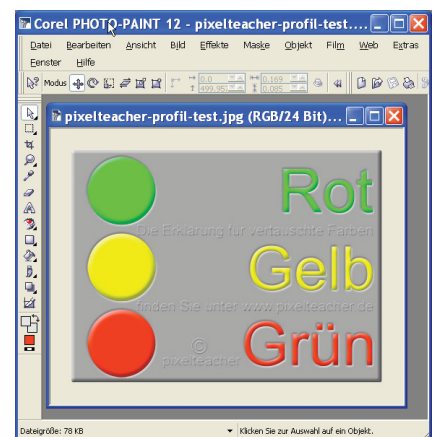

Abb. 13-27: Profilttest in COREL PHOTO-PAINT
Die Wirkung des Schalters ❷ kann an der Beispieldatei *pixelteacher-profil-test.jpg* getestet werden. Abbildung 13-27 zeigt, was passiert, wenn das Bild mit den Standardeinstellungen (vgl. Abb. 13-23), also ohne Verwendung des eingebetteten Profils, geöffnet oder importiert wird.